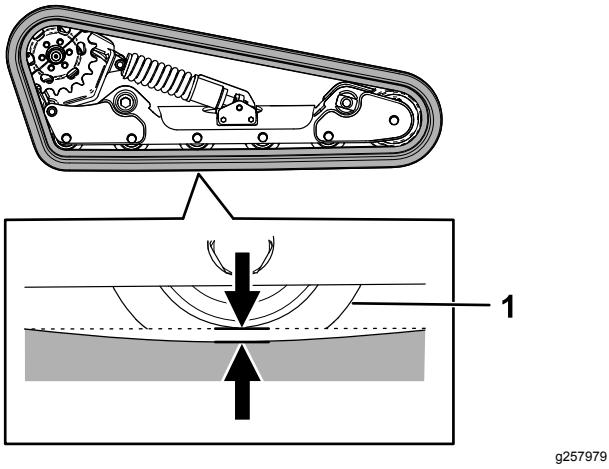

Figura 24
Sollevate/supportate 1 lato della macchina e, utilizzando il peso del cingolo, verificate che la distanza tra la parte inferiore del bordo della ruota non motrice e il cingolo sia pari a 13 mm, come illustrato nella Figura 24. In caso contrario, regolate la tensione dei cingoli eseguendo la procedura di seguito riportata.
5. Utilizzando un cricchetto di trasmissione da $\frac{1}{2}$ ", ruotate la vite di tensione fino a quando la flessione del cingolo non è pari a 13 mm, come illustrato nella Figura 24.
9. Verificate che la flessione del cingolo sia pari a 13 mm, come illustrato nella Figura 24. All'occorrenza regolate.
7. Utilizzando un cricchetto di trasmissione da $\frac{1}{2}$ ", ruotate la vite di tensione in senso antiorario fino a quando la flessione del cingolo non è pari a 13 mm, come illustrato nella Figura 24.
12. Verificate che la flessione del cingolo sia pari a 13 mm, come illustrato nella Figura 24.